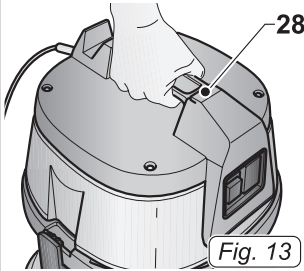
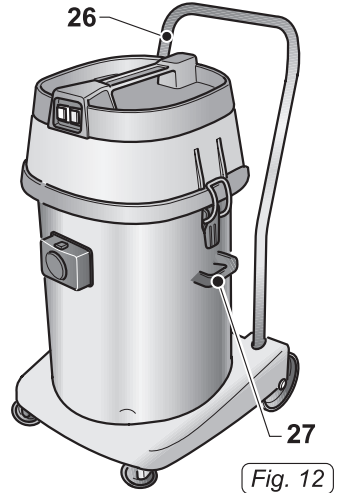

Fig. 13
Fig. 12
- L'apparecchio è dotato di ruote e quindi può essere spostato tramite le apposite maniglie, oppure spinto tramite il maniglione (26 Fig. 12).
- Per il suo sollevamento inserire le dita della mano nell'apposita maniglia (28 Fig. 13) ricavata sulla parte superiore del coperchio per la versione motore singolo oppure in due persone tramite le maniglie (27 Fig. 12).